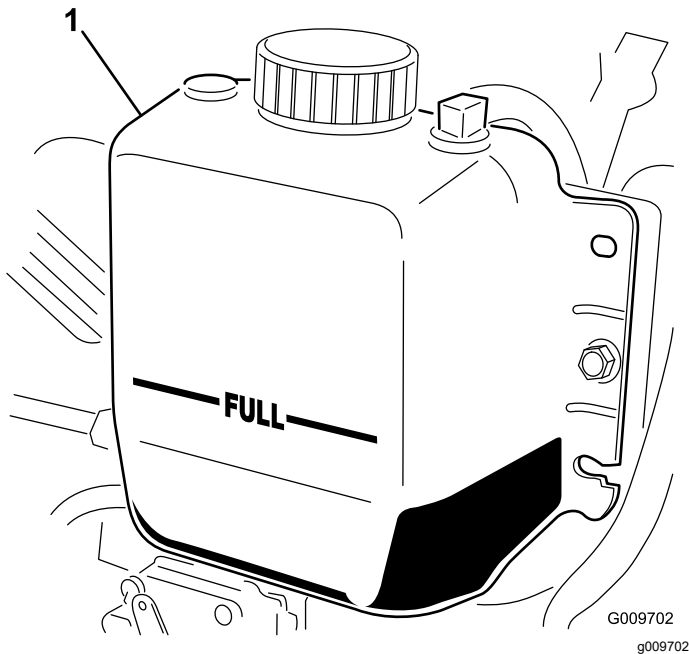

Figure 85
3. Vérifiez le niveau du liquide de refroidissement dans le radiateur. Le radiateur doit être rempli jusqu'en haut du goulot de remplissage et le vase d'expansion jusqu'au repère MAXIMUM (Figure 85).